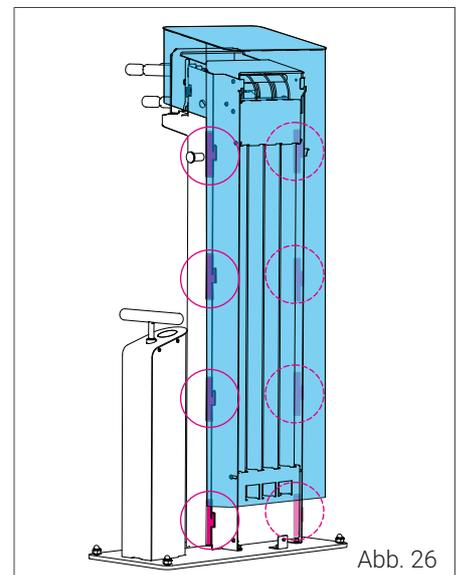

Abb. 26
- 12 Verschrauben Sie jeweils die obere und untere Rohrwanne mit den vier M6 Linsenkopfschrauben handfest. Nehmen Sie jetzt die Abdeckhaube und setzen Sie diese von oben auf den inneren Korpus. Achten Sie darauf, dass die Fixierungslaschen in die Führungskerben einhaken (Abb. 26).